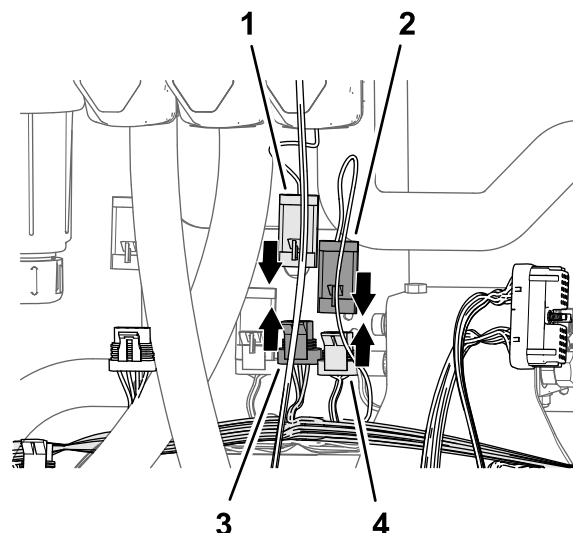

Figure 88
2. Branchez le connecteur à 3 broches de la branche de 89 cm du faisceau du lit étiqueté MASTER VALVE au connecteur à 3 douilles du faisceau de la machine étiqueté MASTER SPRAY VALVE (Figure 88).
3. Branchez le connecteur à 3 broches de l'actionneur de la vanne de pulvérisation générale au connecteur à 3 douilles de la branche de 89 cm du faisceau du kit étiquetée MASTER VALVE (Figure 88).